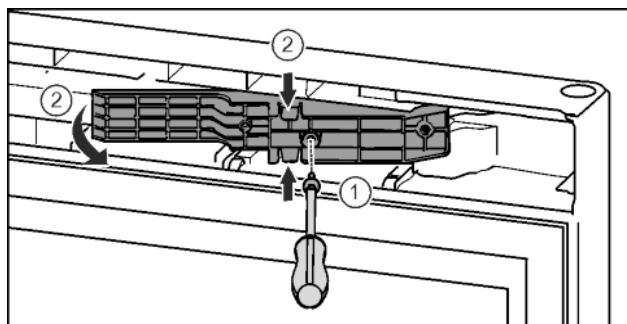

Fig. 15*
- Atskrūvēji skrūves ar skrūvgriezi T15.* Fig. 15 (1)
- Izvelciet adapteri.* Fig. 15 (2)